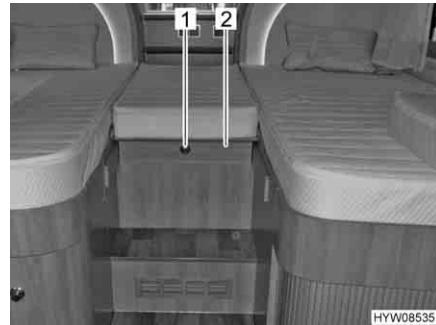

Fig. 92 Letto singolo (coda)
- Premere il bottone automatico (Fig. 92,1) e aprire il diaframma (Fig. 92,2).